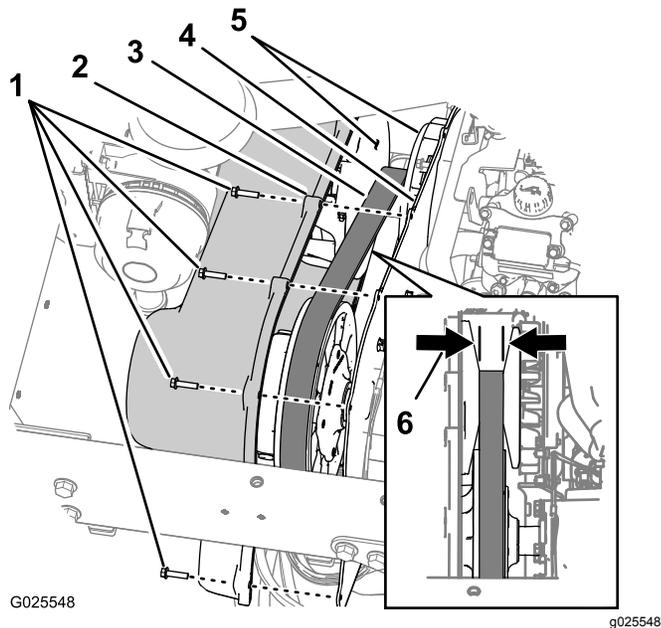

图63
1. 卸下将变速箱盖固定至变速箱安装板的 9 个六角垫圈螺栓 ¼ x 1 英寸 图63。
2. 将盖子向前移动直至可以看到传动皮带 图63。
3. 检查主离合器的锥形面看是否有损坏迹象 图63。
4. 检查传动皮带的齿轮是否丢失或损坏 图63。
5. 横向测量皮带并记录皮带宽度 图63。
注意 如果皮带宽度是 29.5mm 或更窄请更换皮带 图63。
6. 将变速箱盖上的孔与安装板上的孔对齐 图63。
7. 使用在步骤 图63中卸下的 9 个六角垫圈螺栓 ¼ x 1 英寸将盖子固定到安装板上 1 并上紧螺栓扭矩至 10.212.4N·m。